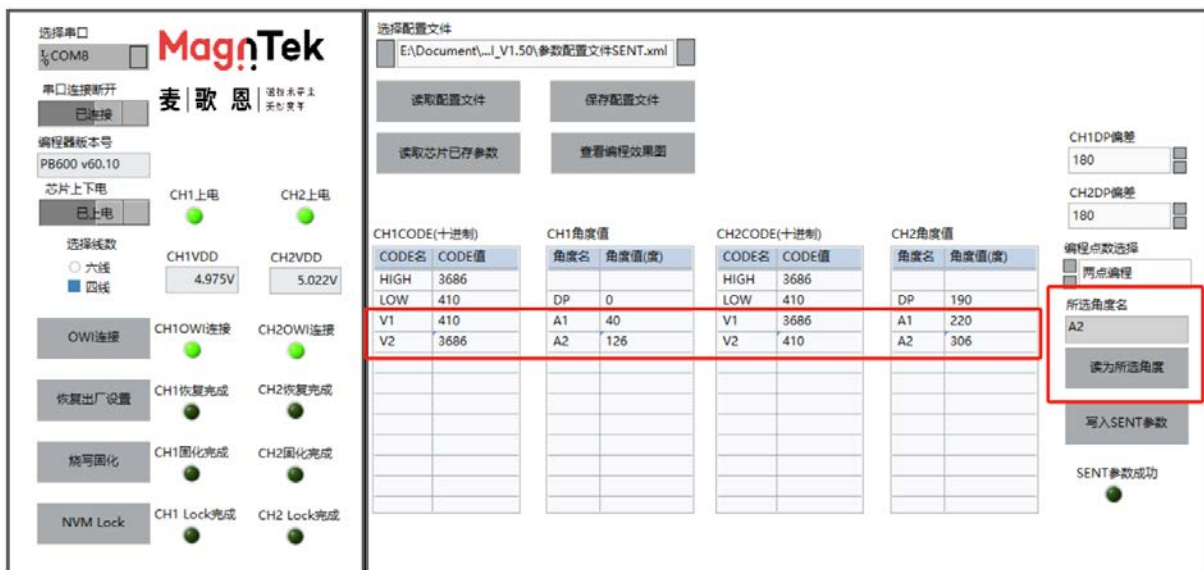

图 5.6.11 读取 A1/A2 编程角度值
- 单击 CH1 的 ‘A1’ 对应的 “角度值” 框，将磁铁（传感器）角度置于需要编程的第一个位置，稳定后单击 “读为选择角度” 按钮读取当前芯片角度值，并显示在 CH1 和 CH2 的角度值 ‘A1’ 中，当前读出芯片角度 CH1 的 ‘A1’ 角度为 40°，CH2 的 ‘A1’ 角度为 220°；同样方式读取到 CH1 的 ‘A2’ 角度值为 126°，CH2 的 ‘A2’ 角度值为 306° (图 5.6.11)。